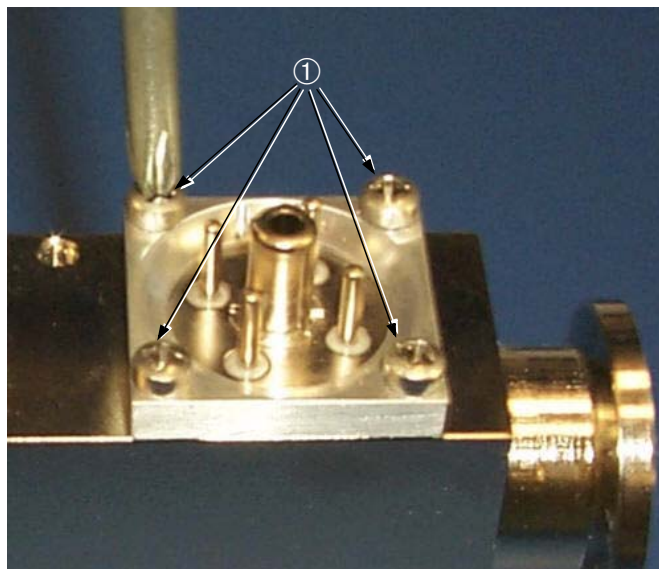

Abbildung 4-9 Tasten-Thermoelement
1. Drehen Sie die vier Kreuzschlitzschrauben ① heraus, mit denen der Aufsatz des Tasten-Thermoelements befestigt ist (Abbildung 4-9).
5. Drehen Sie die vier Kreuzschlitzschrauben aus dem Aufsatz der Ionenquelle heraus (Abbildung 4-9 auf Seite 4-12).